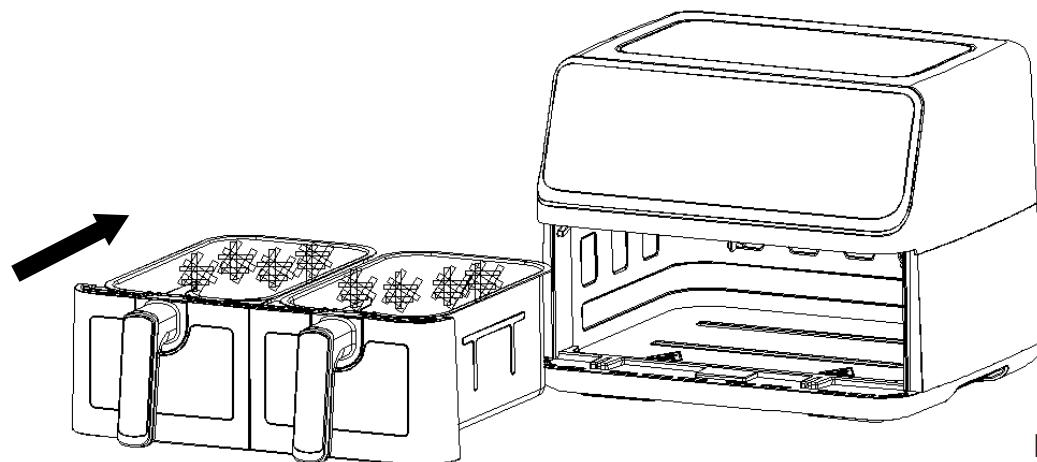

Fig.7
5. Vuelva a deslizar la cesta en la freidora (Fig. 7).